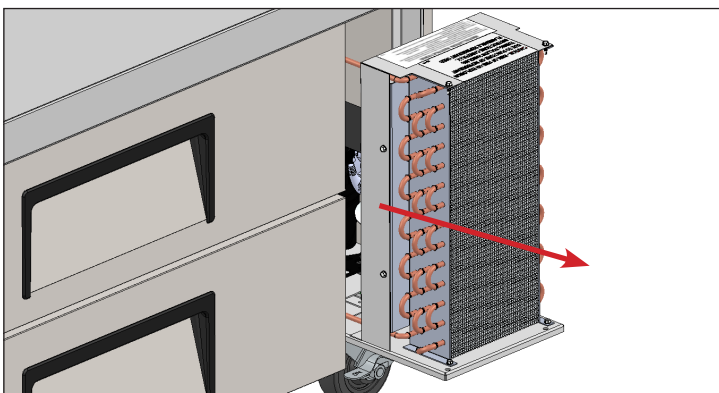

Fig. 5. Sortez l'unité de condensation avec soin en la faisant glisser.
7. Faites coulisser délicatement l'unité de condensation pour la sortir (les connexions tubulaires sont flexibles). Voir fig. 5. Soufflez doucement de l'air comprimé ou du CO₂ dans le serpentin jusqu'à ce qu'il soit nettoyé.